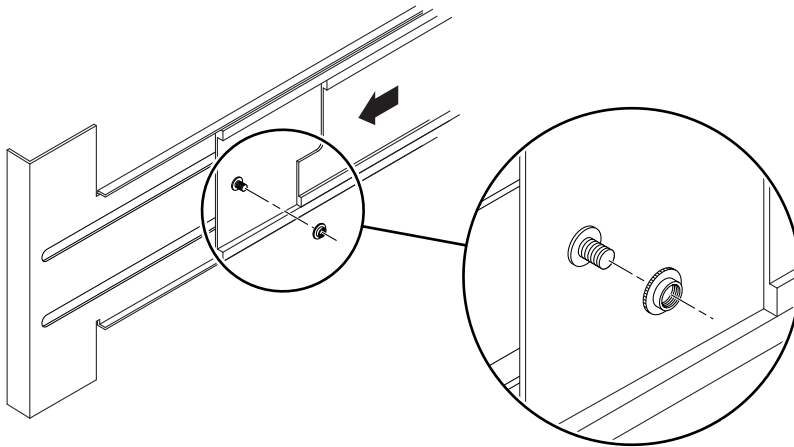

ABBILDUNG 1-13 Einsetzen und Fixieren der Schienendistanzstücke
3. Setzen Sie von der Rückseite des Systems aus die mitgelieferten Distanzstücke auf die Bolzen auf und ziehen Sie diese fest (ABBILDUNG 1-13).